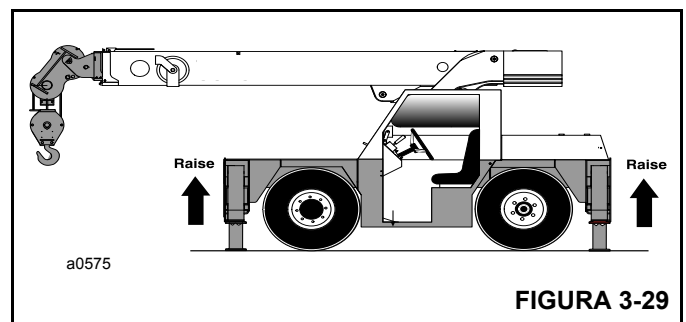

FIGURA 3-29
3. Pressione a parte inferior da chave de extensão/retração (2).
4. Pressione o pedal do acelerador para aumentar a rotação do motor, o que fará os macacos subirem mais rapidamente (Figura 3-29). Quando os macacos estiverem totalmente retraídos, solte o pedal acelerador e a chave.